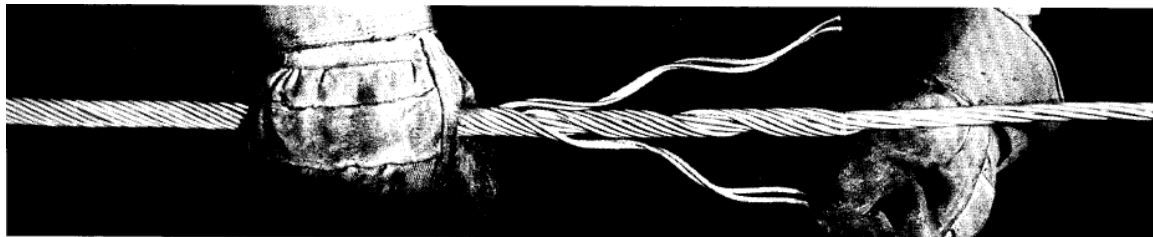

Рис. 6.
7. Для того чтобы легче и без деформирования спиралей завершить монтаж расплетите пряди на отдельные спирали (на длине одного последнего шага). Заплетите спирали по отдельности, надавливая на них большим пальцем руки, до тех пор, пока они не будут полностью плотно посажены на концах зажима на провод (см. рис. 6).